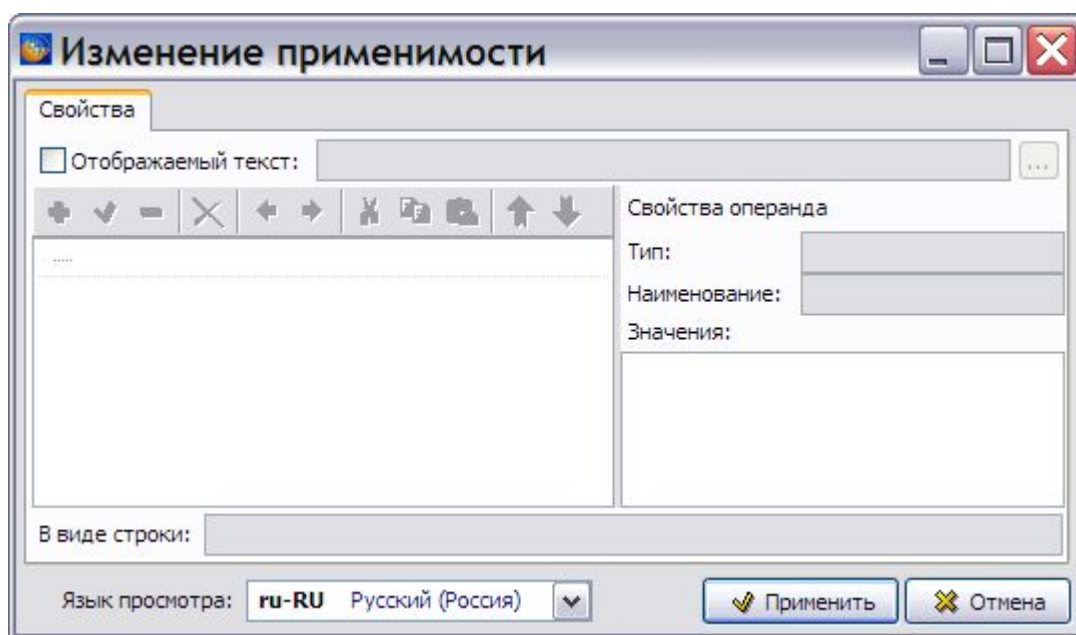

Рис. 10.3
4. Нажмите на кнопку **Редактировать применимость**  справа от поля **Применимость**. При этом откроется диалоговое окно **Изменение применимости** (Рис. 10.3).